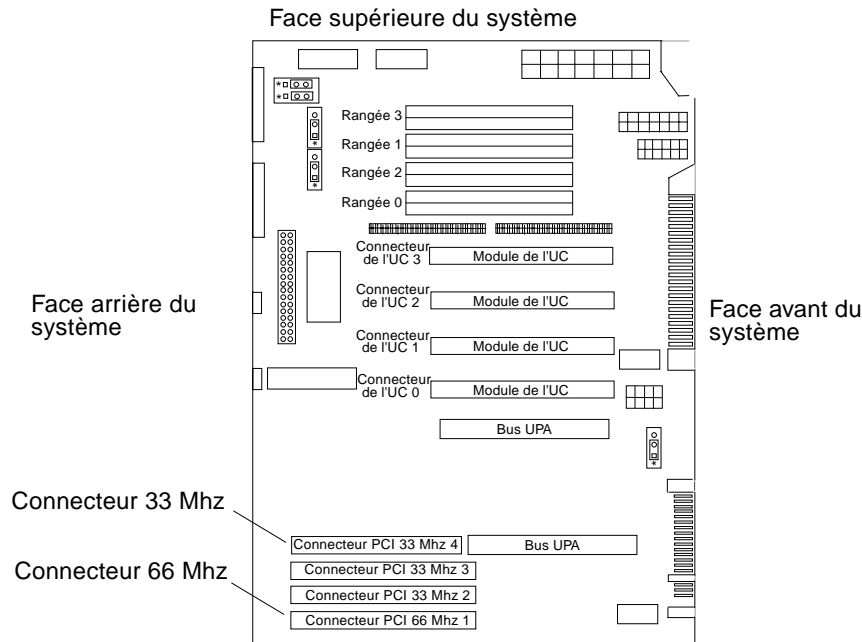

FIGURE 2-3 Emplacement des connecteurs PCI 66 Mhz et 33 Mhz du système Ultra 80
3. Repérez les connecteurs PCI 66 Mhz et 33 Mhz du système Ultra 80 (FIGURE 2-3).